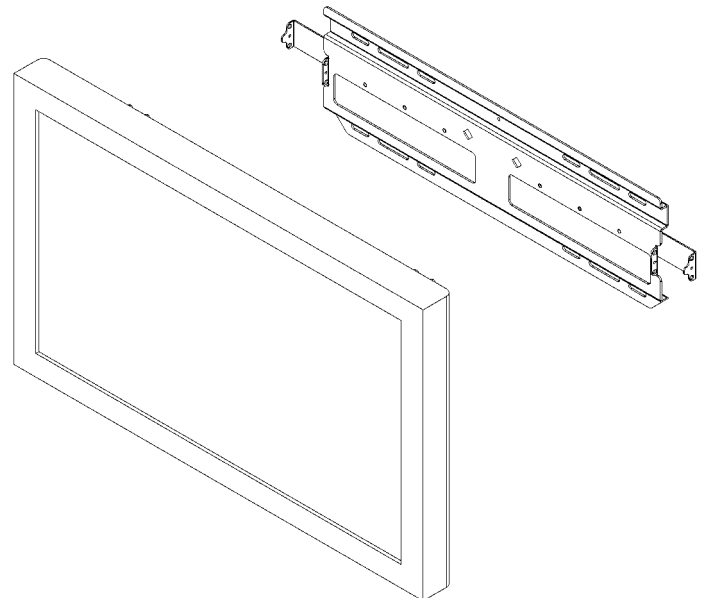

Figura 11. Rimozione del display
2. Fare scorrere i fermi su entrambi i lati per sganciare il display dalla piastra a parete (Vedere la figura 11).
3. Con l'aiuto di un'altra persona, sollevare completamente il display dalla piastra a parete (Vedere la figura 11) per rimuoverlo.